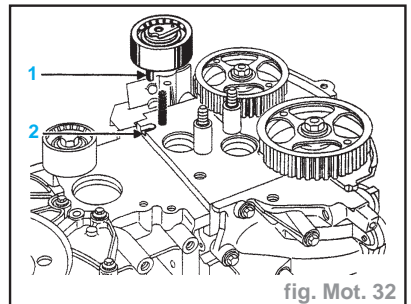

fig. Mot. 32
- Veiller à ce que l'ergot (1) du galet tendeur soit correctement positionné dans la rainure (2) (fig. Mot. 32).